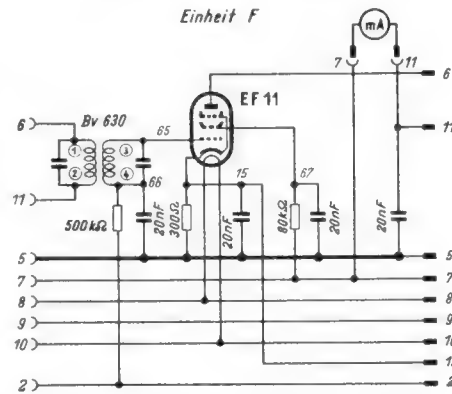

Bild 53. Schaltbild der Einheit A - Zf-Verstärker
Die Einheit H dient als Zf-Verstärkerstufe. Sie besteht nach Bild 53 aus einem Zwischenfrequenzbandfilter und darauffolgender Regelröhre. Der Primärkreis des Bandfilters dient als Anodenkreis der vorhergehenden Mischröhre, während der Sekundärkreis am Gitter der Zf-Verstärkeröhre liegt. Die Regelspannung wird dem Fußpunkt des Gitterkreises, Potential 2, zugeführt. Die am Katodenwiderstand der Röhre entstehende Spannung von etwa + 2,5 V (Potential 15) wird als Verzögerungsspannung der Einheit G zugeleitet.
2. Einheiten D und F nach Bild 53 und 56 vorsetzen; Einheit D auf „Automatische Lautstärkeregelung“ schalten. Milliampereimeter an 7 und 11, Prüfsender an 4...5 anschließen, Zf-Kreise, Oszillator und Vorkreis nochmals genau abgleichen.